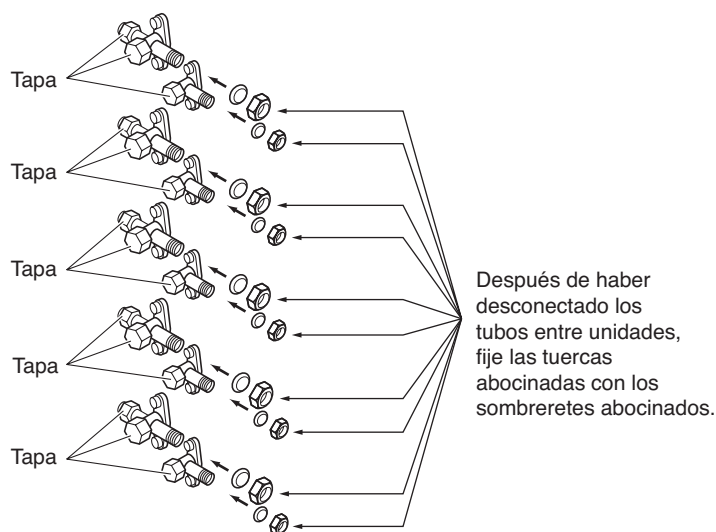

Fig. 24
- (4) Desconecte el manómetro de distribución y los tubos entre unidades, y coloque los tapones y las tuercas abocinadas. En este punto, habrá finalizado el vaciado con bomba. (Si no volviese a colocar los tapones y las tuercas abocinadas, existiría el peligro de fuga de gas.) (Consulte la Fig. 24.)